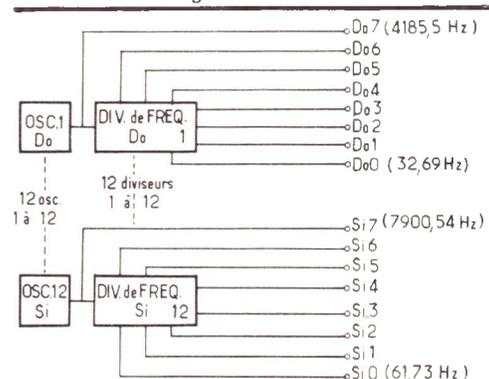
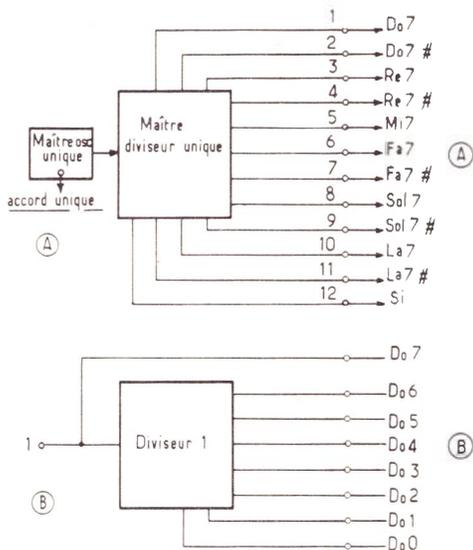
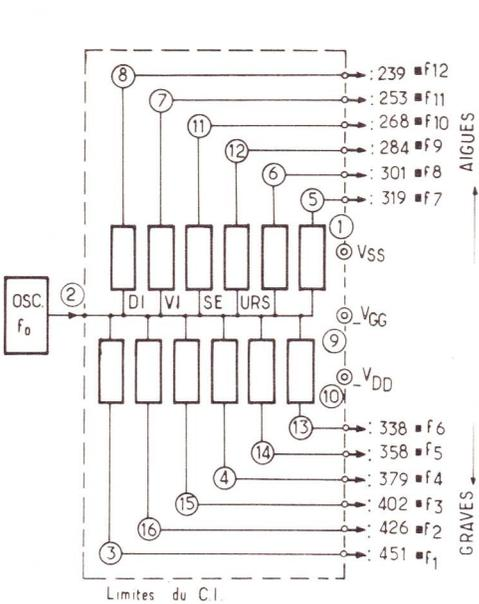

Figure 1
Figure 2
Figure 4
Montages des figures 1 à 9 : Documents ITT
La figure 1 montre l'ancien procédé et la figure 2 le nouveau.
Ces sorties de signaux de ces diviseurs remplacent celles des douze oscillateurs indépendants qui sont indiqués à la figure 1.
Il suffira, par conséquent, de brancher à chaque sortie du « maître diviseur », un diviseur « de note » comme on le montre en (B) de la figure 2, pour la note DO.
En imaginant un commutateur sur l'accord de l'oscillateur, on verra que de nombreuses applications sont possibles. Nous les indiquerons par la suite. Le montage de la figure 2, compte tenu des renseignements que nous venons de donner, se présente selon le schéma plus pratique de la figure 4.